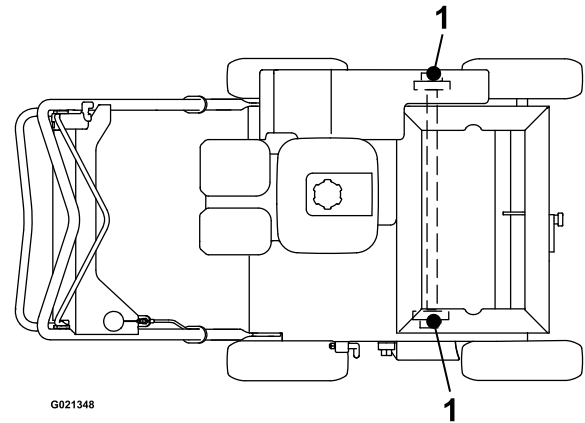

Figure 18
3. Injectez 1 à 2 jets de graisse universelle NLGI n° 2 dans les graisseurs (Figure 18).